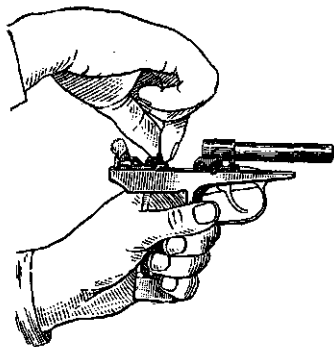

Рис. 24. Присоединение затворной задержки и шептала к рамке
8) Присоединить затворную задержку и шептало к рамке. Удерживая рамку в левой руке, правой рукой вложить затворную задержку в вырез рамки (рис. 24); взять шептало так, чтобы лыска на его правой цапфе была обращена вперед; вставить в цапфенное гнездо рамки сначала левую цапфу шеп-